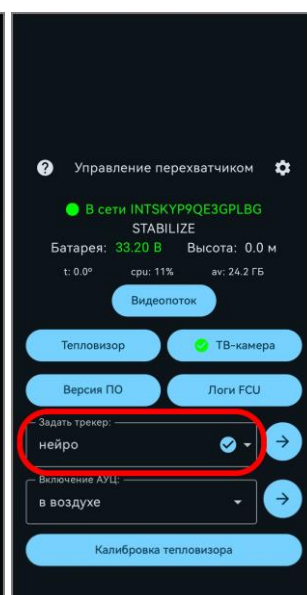

Рисунок 22
- убедиться, что выбранный трекер отображается в качестве текущего и имеет отметку  (рисунок 22).